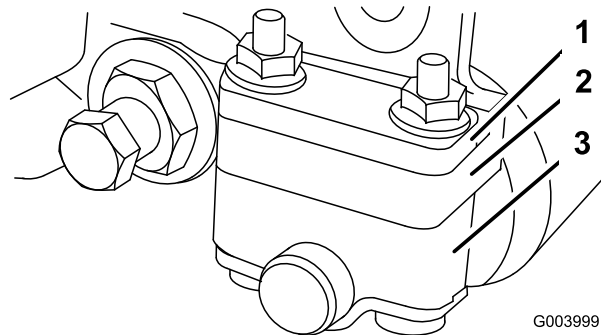
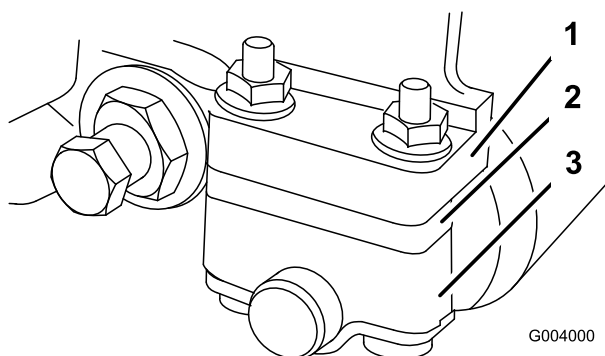

Figura 47
Figura 48
intervalo de alturas de corte deseado (Figura 47 y Figura 48).
- Coloque el espaciador debajo de la brida de montaje de la chapa lateral para obtener un intervalo de alturas de corte de 3,2 a 25,4 mm (Figura 48).